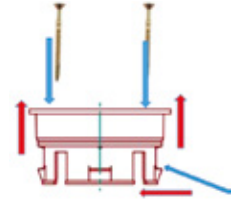

Abb. 5-16: Montage schraubbarer Verbinder
1. Die Batterien werden mittels der isolierten Reihenverbinder (Abb. 5-16) verschaltet. Bei der Reihenschaltung wird der Minus-Pol der einen Batterie mit dem Plus-Pol der nächsten Batterie verbunden, bis das Gesamtsystem die benötigte Spannung erreicht hat.